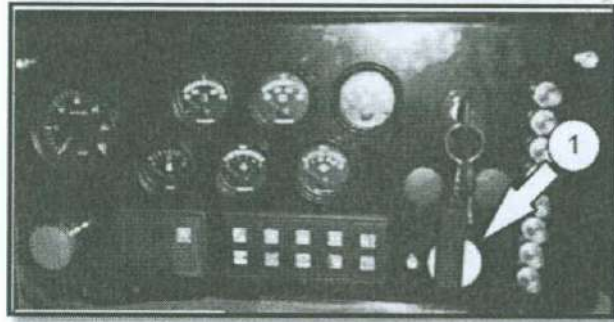

Figura 25. Freno de estacionamiento.
- Libere el freno de estacionamiento (1) (Ver figura 25).